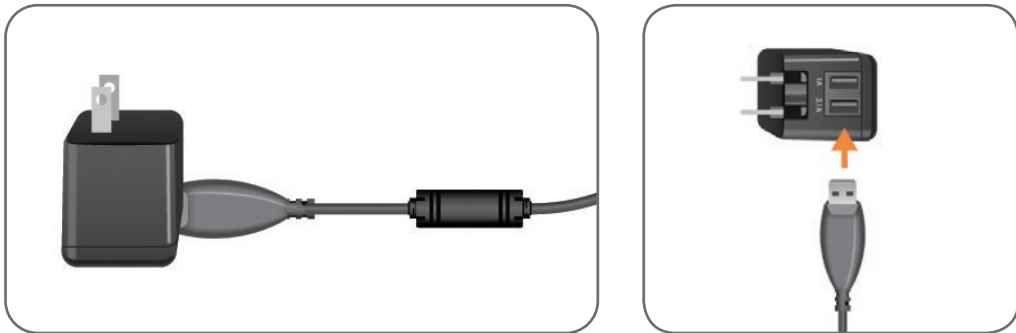

Figure 6-1 : Insertion du câble de recharge USB dans l'adaptateur CA
2. Insérez la fiche USB du câble de recharge magnétique dans l'un des deux ports USB disponibles sur l'adaptateur CA. Reportez-vous à la figure 6-1.